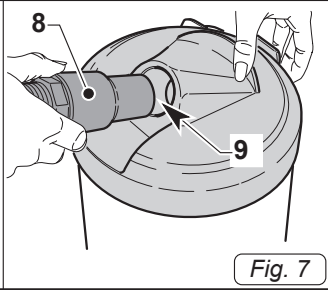

Fig. 7
- Inserire il manicotto (8 Fig.7) del tubo flessibile in dotazione nel foro (9 Fig.7) di aspirazione aria.